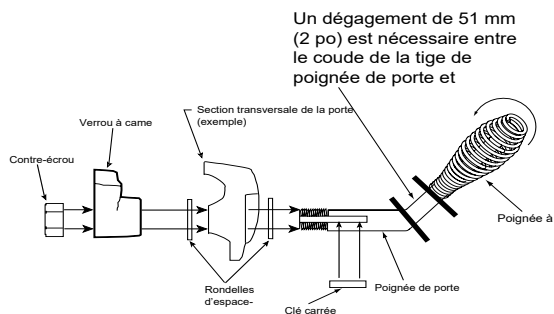

Figure 24.1
7. Installez le ressort de la poignée en tournant dans le sens antihoraire pour exigée de 2 pouces (51 mm) de dégagement localisation sur la poignée de la porte de la tige (**Figure 24.1**).